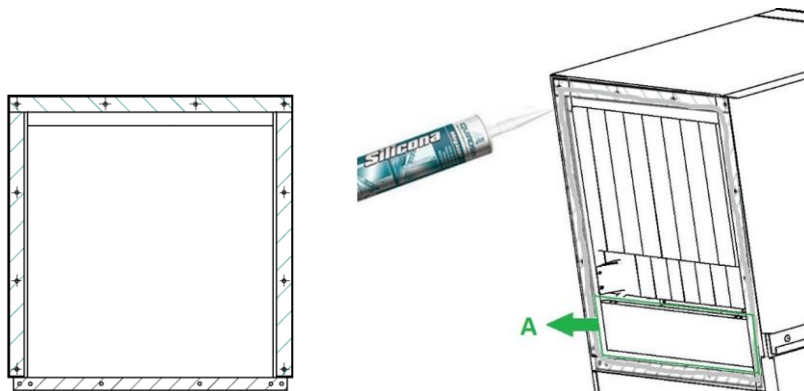

Imagen 4.- Quitar suplemento, poner juntas y dar silicona
- Quitar el suplemento **A** de la zona de salida del lavavajillas (**Ver imagen 4**).
- Sobre las juntas esponjosas, dar un cordón de la silicona suministrada con la máquina (**Ver imagen 4**).